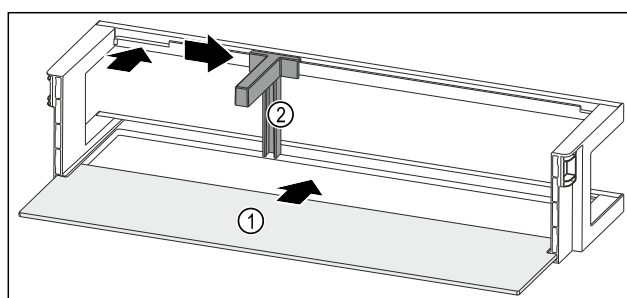

Fig. 172 Balconcino controporta con ripiano
- Inserire il ripiano Fig. 172 (1) negli incavi laterali.
- Inserire il fermabottiglie Fig. 172 (2) nell'incavo.
- Fare scorrere il fermabottiglie Fig. 172 (2) lateralmente alla posizione desiderata.